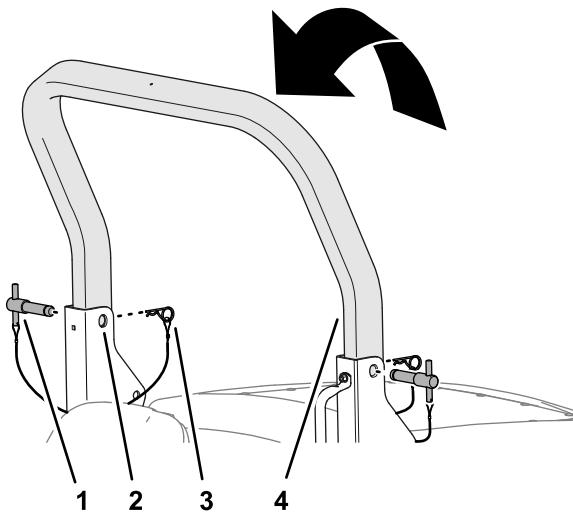

Figure 24
3. Tirez la partie supérieure de l'arceau de sécurité vers le haut jusqu'à ce que les trous de l'arceau de sécurité soient en face des supports de pivot (Figure 24).
4. Insérez les axes dans les trous supérieurs des supports de pivot et dans l'arceau de sécurité (Figure 24).
- Fixez les axes de l'arceau de sécurité dans les supports de pivot avec les goupilles fendues (Figure 24).